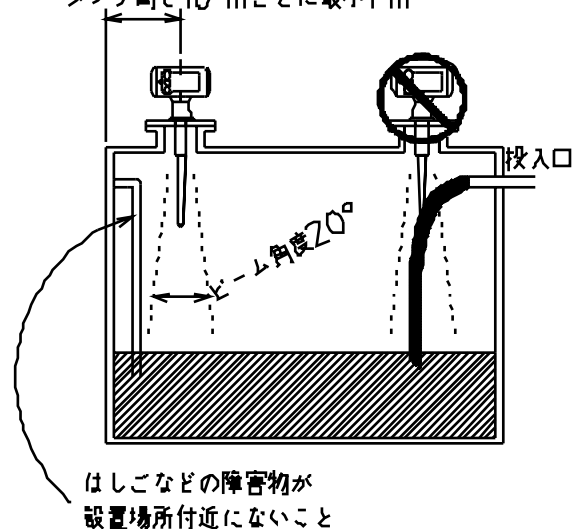

図2 - 4
- (5) シールドロッドタイプの場合、シールド部の先端は台管の影響を避けるために、台管から最低10mm突き出るようにしてください。(図2 - 5参照)